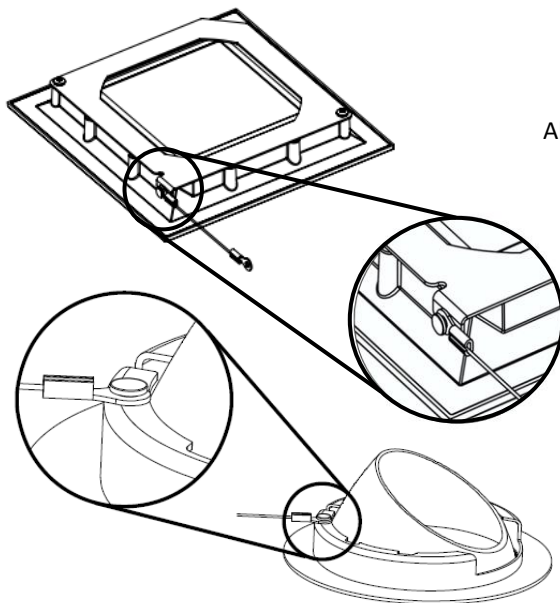

Fig.5
1. Tirer vers le bas la sangle d'ancrage de la section de finition et la fixer à la section (Fig.5).